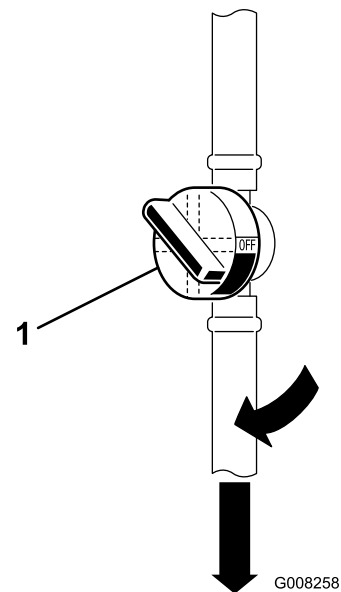

Figure 10
1. Ouvrez le robinet d'arrivée de carburant situé entre le réservoir de carburant et le moteur (Figure 10).